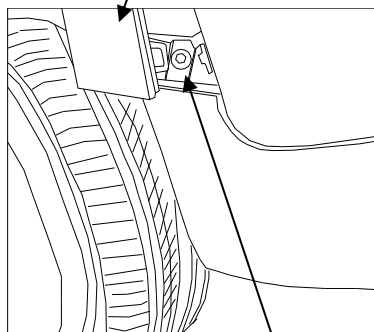

Figure 4.
- b. Gently pull back wheel well molding to locate and remove fascia screws (See Figure 4). One each side.
- b. Tirer doucement en arrière la moulure de la voûte de roue pour localiser et démonter les vis du carénage (Figure 4). Une de chaque côté.